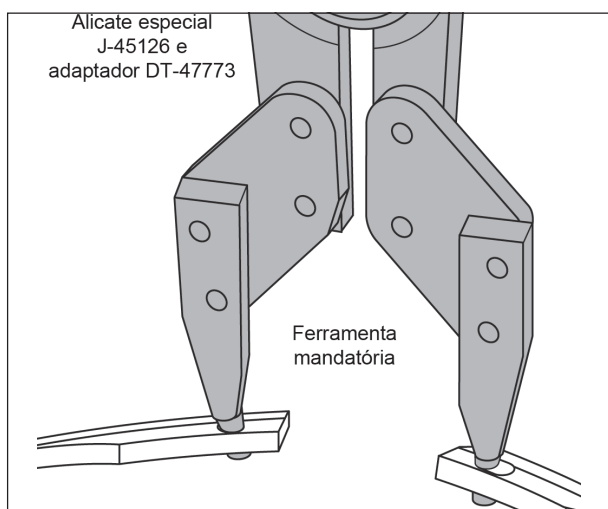

Figura 49
12. Remova o anel trava do suporte central utilizando a ferramenta J-45126 (alicate de trava) junto com a ferramenta DT-47773 (adaptador), conforme mostra a figura 49. **Cuidado: Esta ferramenta é mandatória para a remoção do anel trava para evitar ferimentos. Não tente remover este anel trava com alicates comuns.**